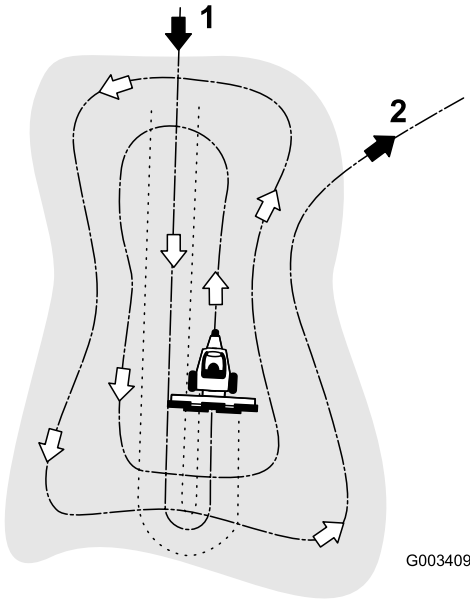

图 16
3. 将调节螺栓和螺母安装到所需位置并固定如图 14、图 15 和图 16 所示。
耙沙沙坑障碍的建议图案如图 16 中所示。这种模式可以避免不必要的重叠将压实情况降至最低并在沙坑中留下整洁、极具吸引力的图案。进入沙坑时选择长边这里的坡度最小。穿过沙坑中心几乎驾驶到最边上然后向任意一侧尽可能急转弯掉头并紧贴着第一趟往回耙沙。如图所示向外盘旋并从平整地带以正确的角度驶出沙坑。留下陡峭斜坡、短斜坡和小凹坑用手耙进行修整。